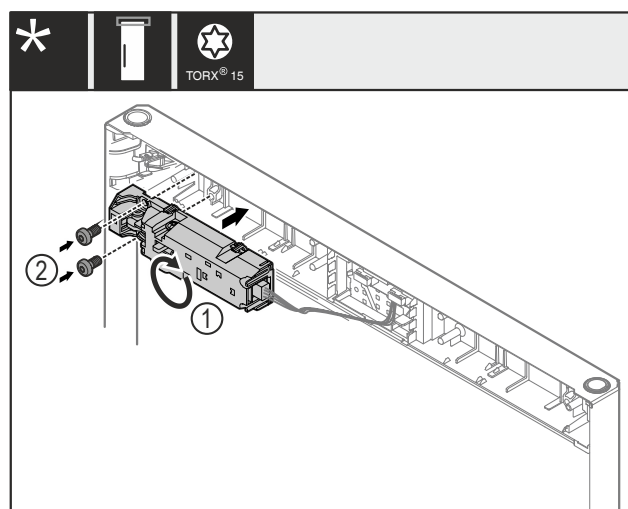

Fig. 24
- Rotiți încuietoarea de la distanță Fig. 24 (1) cu 180° și montați-o pe partea opusă.
- Fixați încuietoarea de la distanță Fig. 24 (1) cu șuruburile Fig. 24 (2).